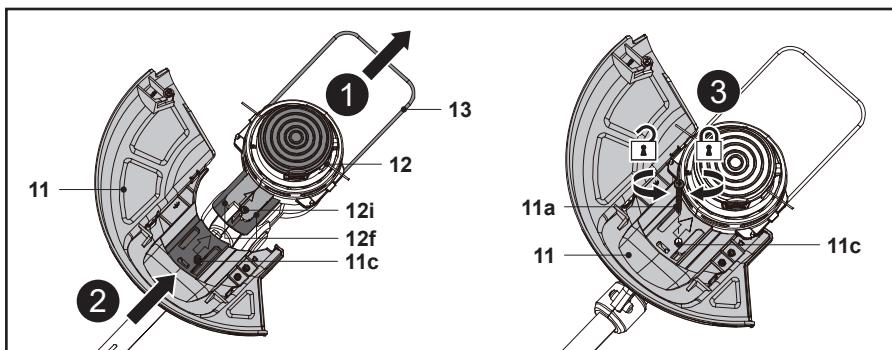

Fig. 1
1. Întoarce capul de tăiere (12) cu susul în jos.
2. Trage afară mai întâi scutul pentru plante (13) (fig. 1, pasul 1), apoi aliniază și glisează apărătoarea (11) pe fantele de glisare (12f) de pe capul de tăiere (12) (fig. 1, pasul 2). Introdu complet apărătoarea (11) și asigură-te că găurile de șurub (11c, 12i) sunt bine aliniate.
3. Fixează apărătoarea (11) cu șurubul (11a) în sens orar (fig. 1, pasul 3).